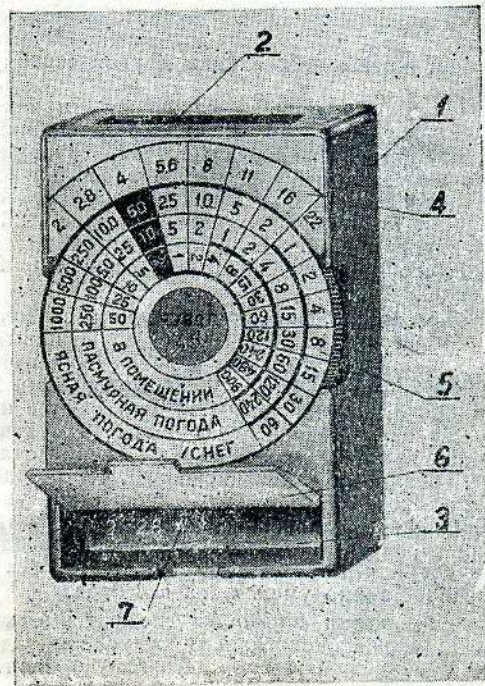

Рис. 1
Экспонометр представляет собой коробочку из пластмассы (1, рис. 1), одна из узких сторон которой имеет окно, закрытое матовым стеклом (2). Свет от фотографируемого объекта попадает через матовое стекло на оптический клин и, пройдя через него, отражается зеркалом (8) вверх (в глаз наблюдателя). На верхней стороне коробки помещаются шкала относительных отверстий (4) и круглая вращающаяся шкала выдержек (5). Последняя имеет три ряда цифр, соответствующих различным условиям освещенности при
При определении выдержки экспонометр должен быть направлен матовым стеклом к фотографируемому объекту и крышка откинута вверх. Наблюдая в экспонометре, определяют в возрастающем порядке, т. е. слева направо,—последнюю еще различаемую цифру на оптическом клине. Допустим, что такой цифрой будет цифра 4 (7, рис. 1). Тогда диск со шкалой выдержек поворачивают до совмещения его черного сектора с цифрой 4 на шкале относительных отверстий²⁾. Затем для определения выдержки должны быть оценены условия освещения при съемке. В данном приборе предусмотрены три уровня освещенности. В случае съемки в помещениях, т. е. при низком уровне освещенности, пользуются шкалой выдержек, нанесенной на внутреннем кольце диска. К условиям большой освещенности относятся случаи съемки при солнечной погоде и небольшой облачности; требуемые для съемки выдержки при этих условиях освещения прочитывают на внешнем кольце диска, обозначенном „ясная погода“. При съемке на улице в пасмурную погоду, когда все небо покрыто облаками, или при съемке в тени определяют выдержку по шкале, нанесенной на среднем
Так в рассматриваемом случае (рис. 1) при съемке в ясную погоду выдержка при диафрагме 4 будет